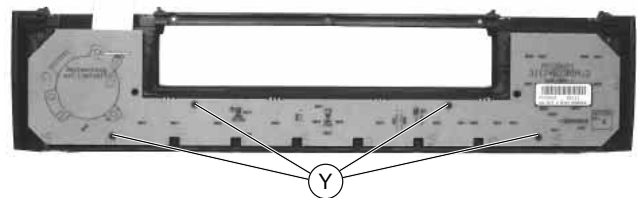

Fig. 10
- 4 Schrauben (Y) (Fig. 10) herausdrehen und Bedieneinheit (PCUGN...) aus der Frontklappe nehmen.
- Undo 4 screw (Y) (Fig. 10) and remove the Keyboard Control Unit (PCUGN...) from the front flap.